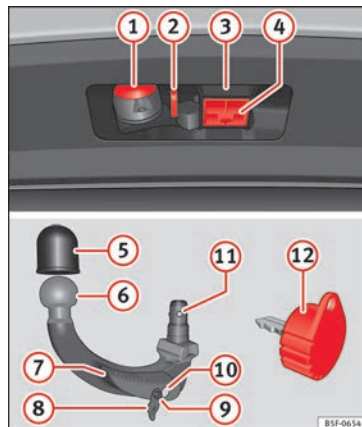

Fig. 220 Soporte del dispositivo de enganche para remolque / bola desmontable / llave
Leyenda de la »» fig. 220
- Extraiga el tapón de alojamiento del gancho (4) » fig. 220 hacia abajo.